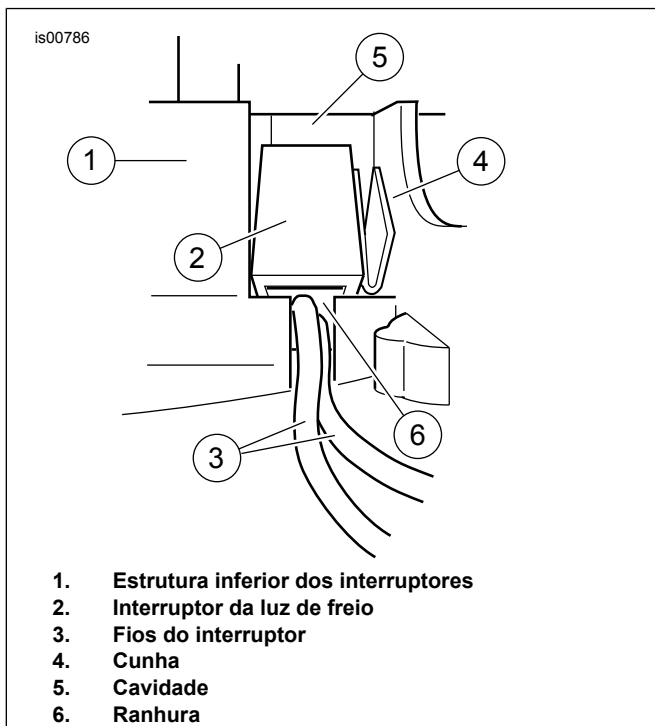

Figura 5. Interruptor da luz de freio
4. Veja a Figura 5. Para remover o interruptor da luz de freio (2) e a cunha (4):
- a. Alavanque com cuidado a cunha localizada entre a estrutura dos interruptores (1) e o interruptor da luz de freio (2). Guarde a cunha para a montagem.
1. Veja a Figura 5. Coloque o interruptor da luz de freio (2) e a cunha (4) na estrutura inferior cromada dos interruptores (1). Coloque uma pequena gota de selante à base de silicone na cunha.
2. Coloque o conjunto do interruptor do pisca-pisca e o suporte na cavidade (5) da estrutura. Alinhe o furo no suporte com o furo rosqueado no ressalto.
5. Veja a Figura 5. Instale o interruptor da luz de freio (2) e a cunha (4): Pressione com cuidado a haste contra a parede interna da estrutura do interruptor. Com o polegar sobre o furo da haste, mova o interruptor dentro da posição instalada na cavidade (5) da estrutura dos interruptores. Quando a haste estiver posicionada contra o polegar, gire lentamente o interruptor para baixo balançando-o ligeiramente. Solte a haste somente depois que o interruptor estiver posicionado de forma adequada na cavidade. Verifique se a haste está perpendicular ao furo e se a capa não está comprimida, quebrada ou torcida. Se necessário, mova com cuidado a haste para dentro e para fora até que a capa esteja completamente estendida.